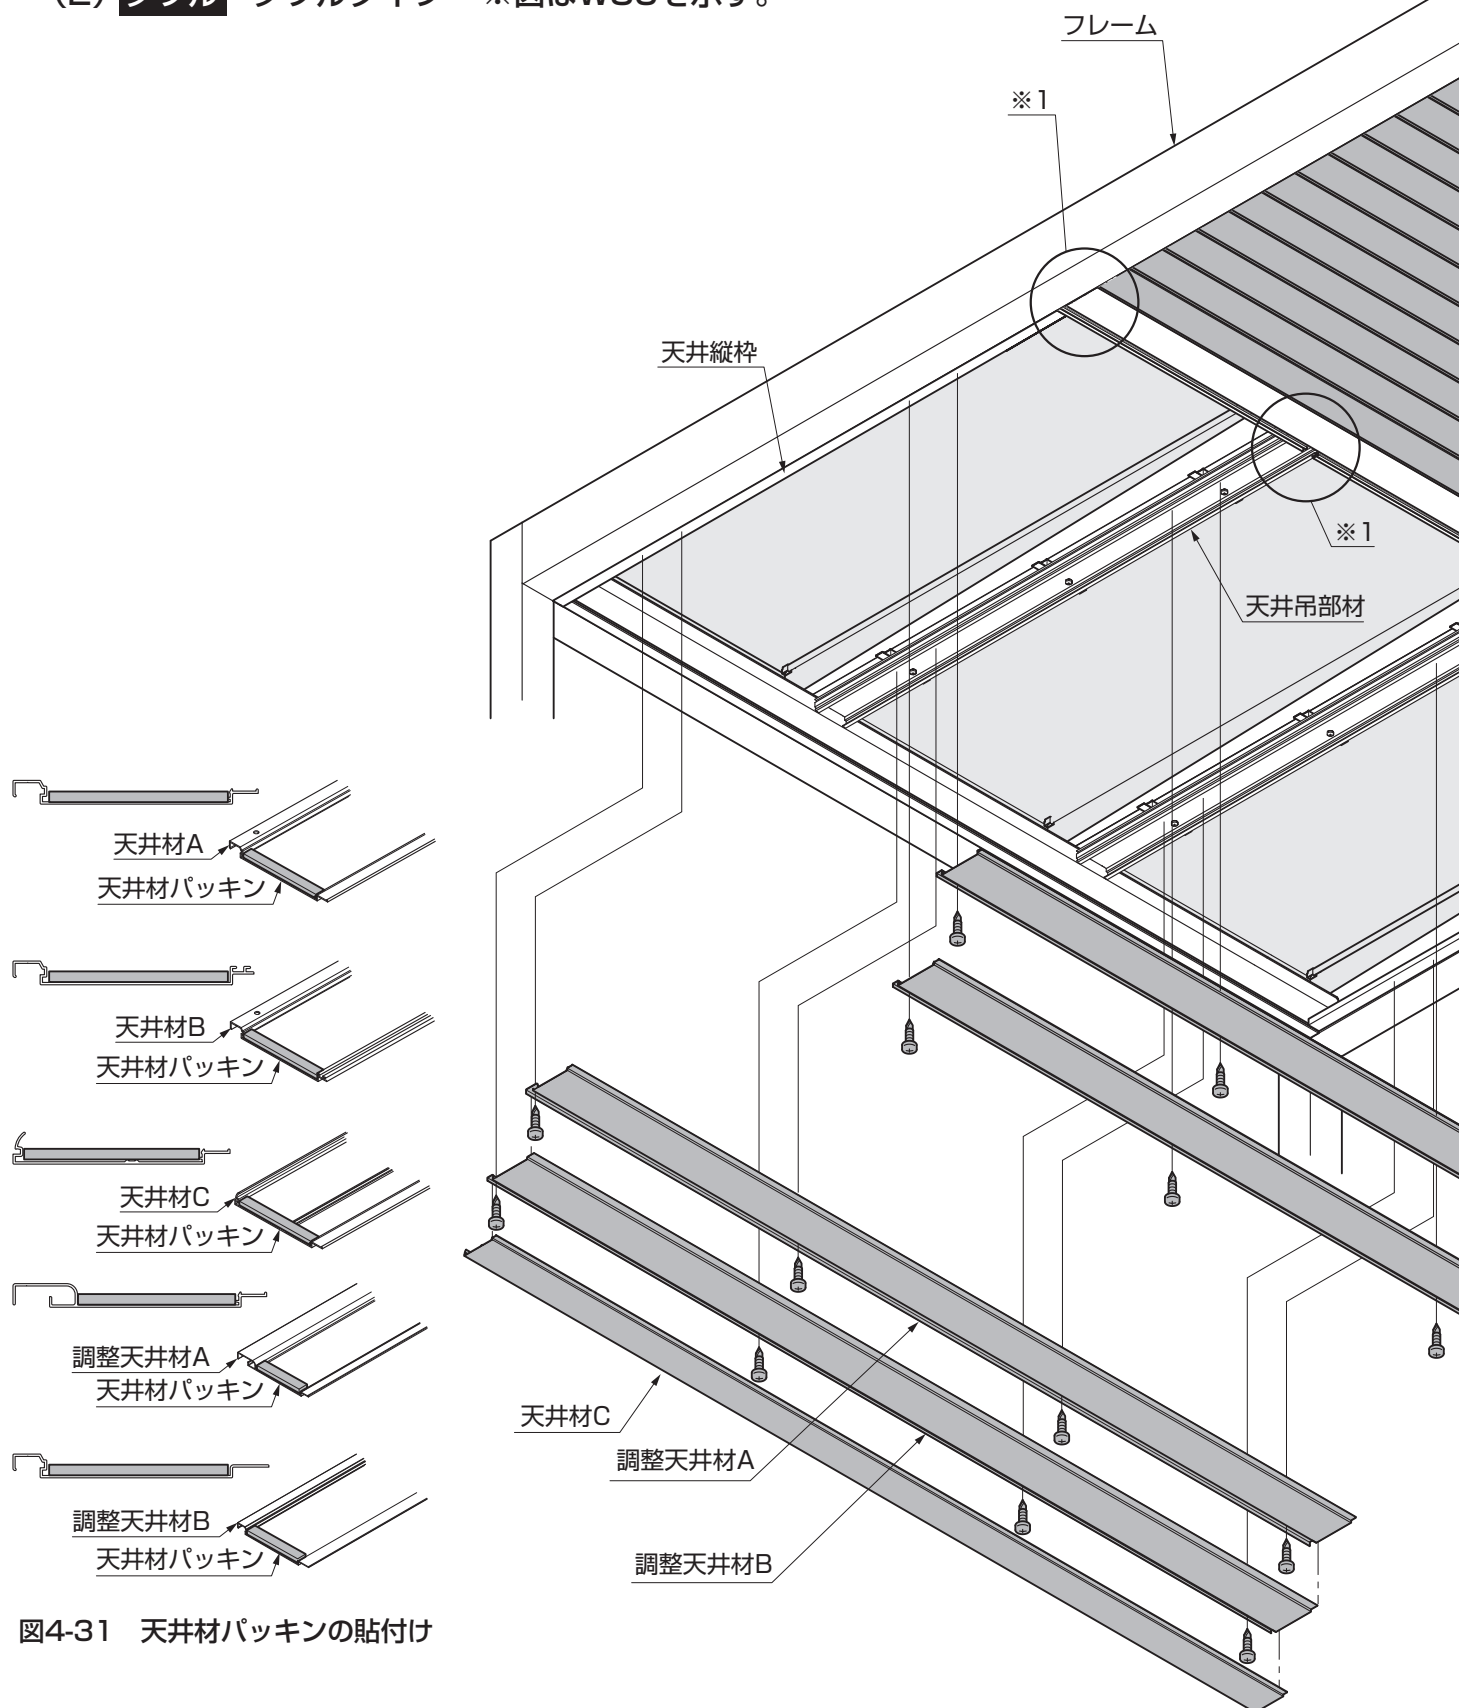

図4-31 天井材パッキンの貼付け
①天井材パッキンを天井材の左右端部の凹み部分に合わせてカットして天井材の左右端部に貼り付けてください。(図4-31参照)